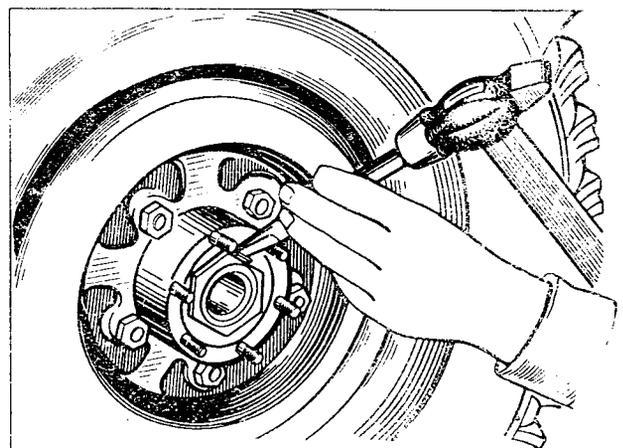

Bild 165. Sicherung der Radnabenlagermuttern
7. Mutter um $1/4...1/3$ Umdrehung ($1,5...2$ Kanten) lösen und Sicherungsscheibe aufsetzen. Gegenmutter anziehen und durch Umbiegen der Scheibennase um die Mutter- und Gegenmutterkante absichern (Bild 165).